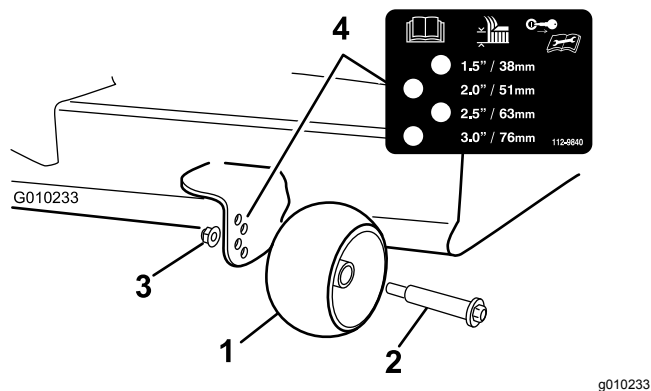

Figure 19
3. Réglez les galets anti-scalp (Figure 19) en fonction de la position de hauteur de coupe la plus proche.